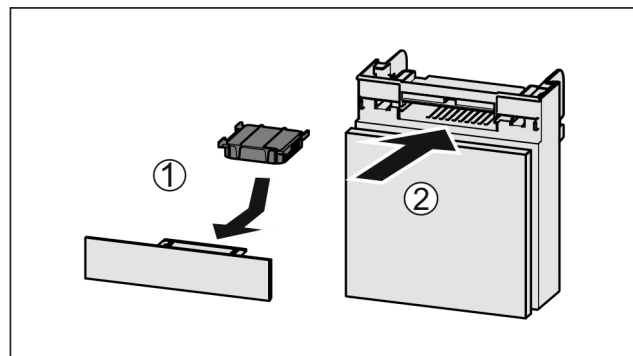

Fig. 123
- Anbring aktivkulfilteret som vis på billedet Fig. 123 (1).
- Skub rummet ind Fig. 123 (2).